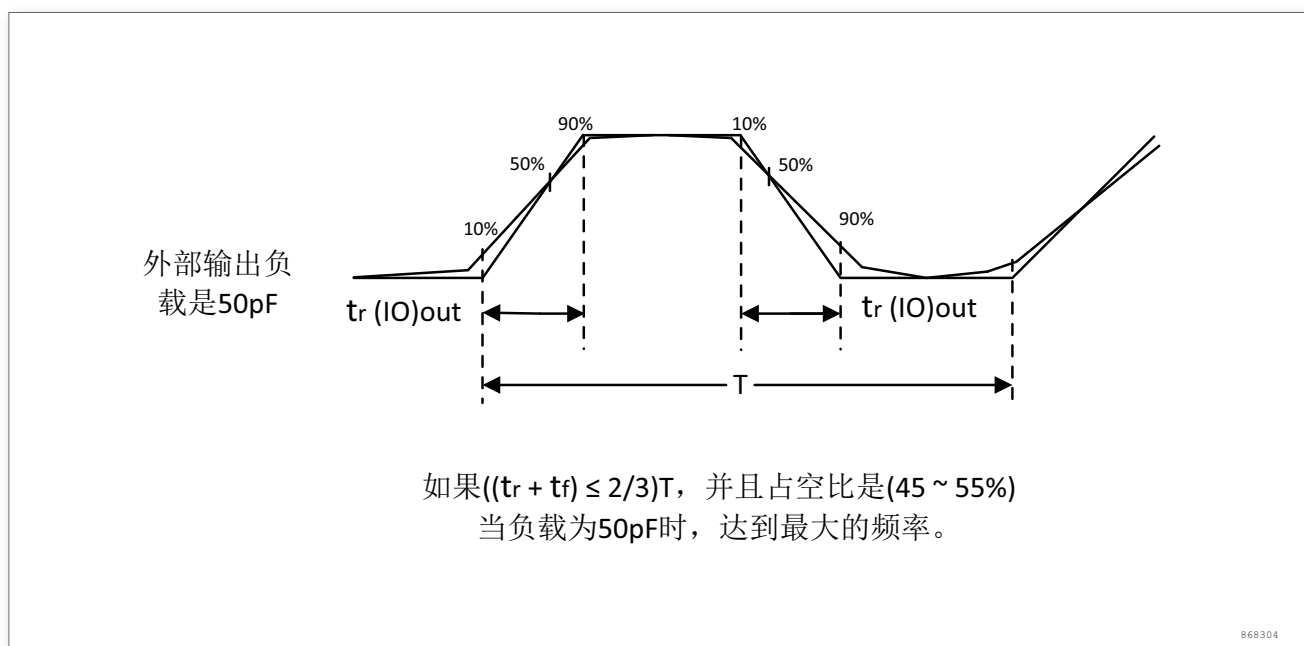

图 12. 输入输出交流特性定义
输入输出交流特性的定义和数值分别在图 12和表 30给出。
2. 最大频率在图 12 中定义。